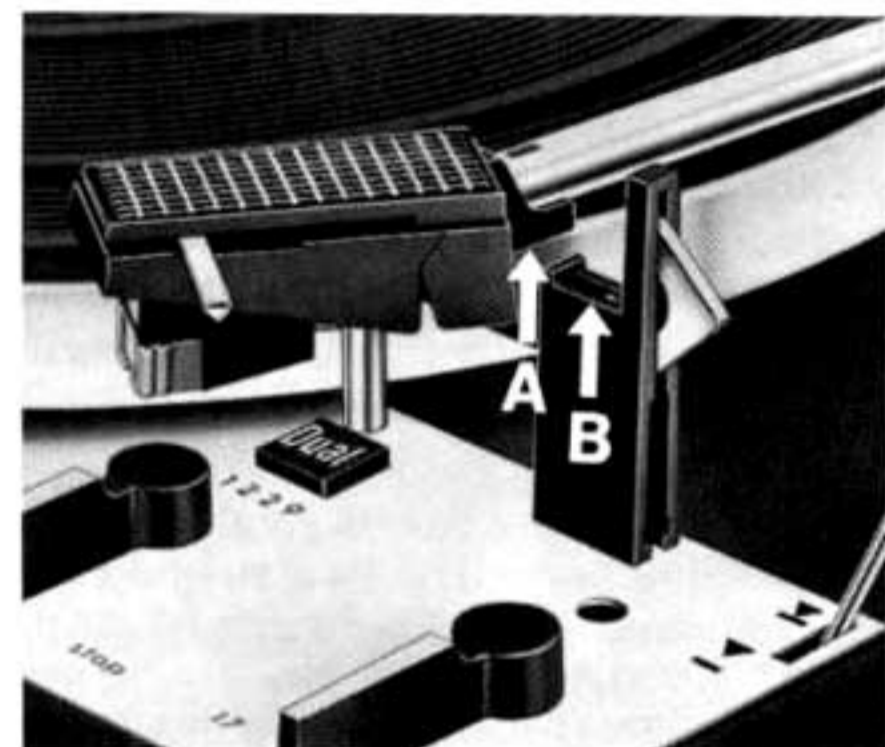

Fig. 15
4. L'équilibre exact du bras est obtenu en tournant le contrepois. Le bras est correctement équilibré lorsque le bord "A" de son profil et le bord "B" du support sont au même niveau (fig. 15), ou lorsque le bras revient de lui-même en position horizontale lorsqu'on l'a déplacé par une légère pression dans le sens vertical.